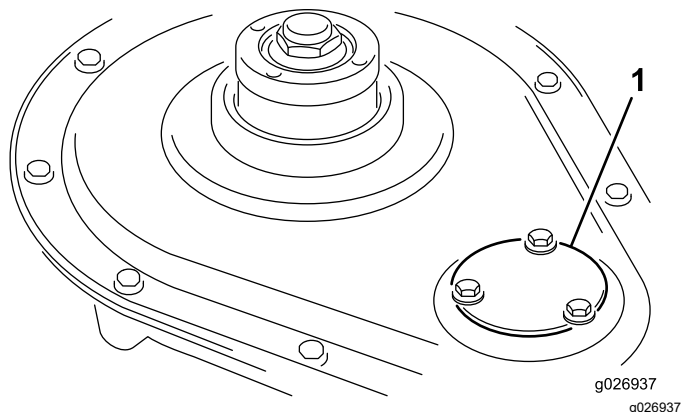

Figura 17
3. Retire la tapa del piñón del molinete (Figura 17).